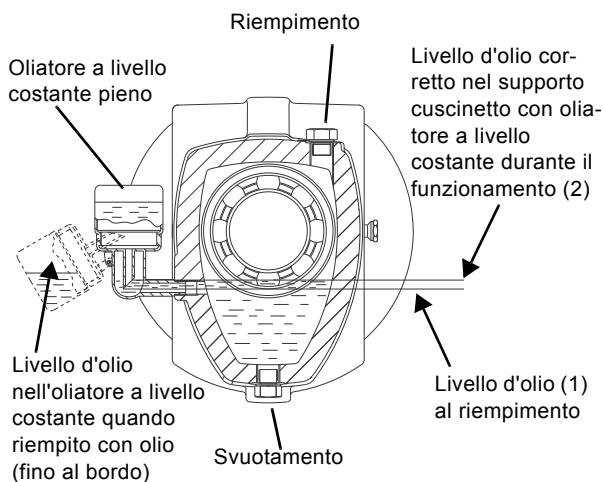

Fig. 21 Riempimento dell'olio
2	Abbassare l'oliatore a livello costante e versare l'olio fornito in dotazione attraverso il foro di riempimento, fino a quando l'olio raggiunge il livello (1) nel raccordo a gomito. Vedi fig. 21.
3	Riempire il serbatoio dell'oliatore a livello costante con olio e riportarlo in posizione operativa. Ora l'olio passerà al supporto del cuscinetto. È possibile che si formino bolle d'aria nel serbatoio durante questo processo. Continuare fino a quando si raggiunge il livello d'olio corretto (2). Vedi fig. 21.
Il livello olio nel supporto cuscinetto dovrebbe essere sempre come mostrato in fig. 21.